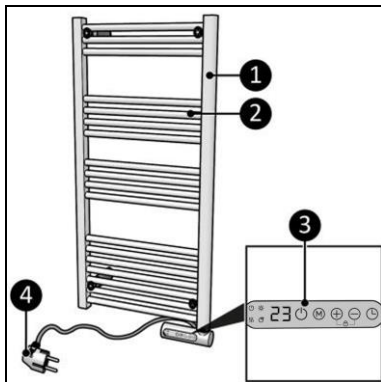
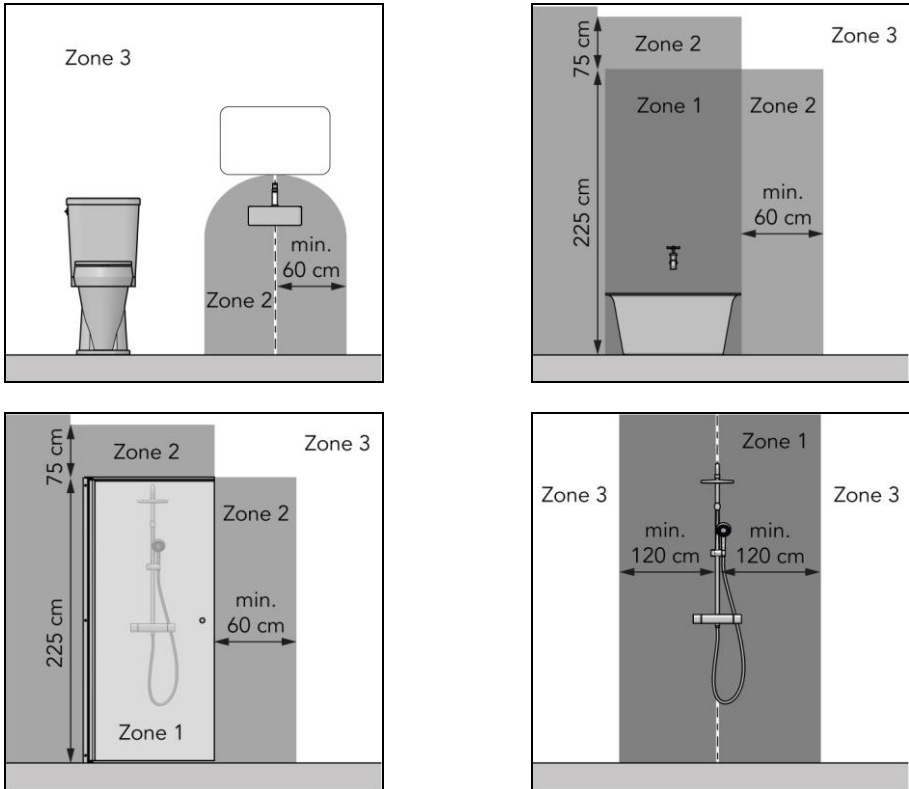

Abbildung 3
Abbildung 5
Die Sani Towel (Abbildung 3) ist eine einfach zu bedienende elektrische Badezimmerheizung für den ausschließlichen Einsatz in Zone 3 des Badezimmers (Abbildung 5).
- in Zone 3 eines Toilettenraums oder Badezimmers mit Badewanne, Dusche mit Abschirmung oder Dusche ohne Abschirmung (Abbildung 5);